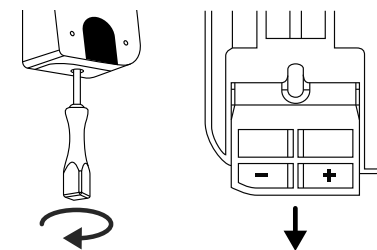

Fig. 3
③ Remova o parafuso da parte inferior do teclado com a chave de fenda Tx8 incluída e puxe o compartimento da pilha para baixo (Fig. 3).